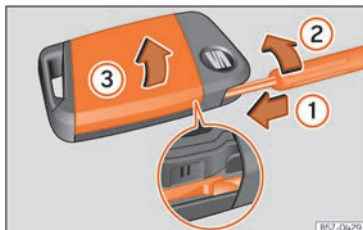

Fig. 76 Chave do veículo: abertura da tampa do compartimento da pilha.
- Introduza uma chave de fendas de folha plana na chave do veículo, pelo guia exterior da chave de emergência, aprox. 1 cm no sentido da seta »» **Fig. 76 ①**.
- Rode a chave de fendas no sentido dos ponteiros do relógio até que a tampa se abra »» **Fig. 76 ②**.
- Desloque a tampa no sentido da seta »» **Fig. 76 ③** e retire-a »» ①.